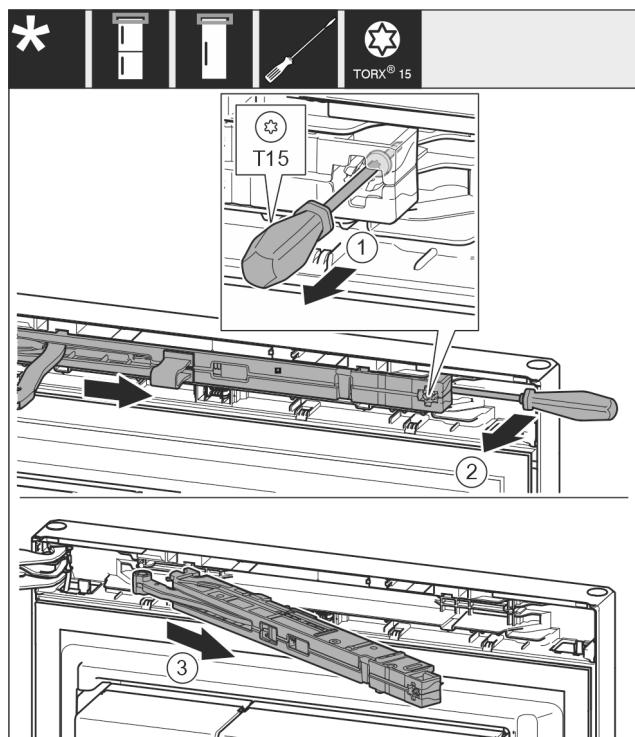

Fig. 10
- Schraube an Schließdämpfereinheit mit Schraubendreher T15 ca. 14 mm (0.55 in) lösen. Fig. 10 (1)
- Mit einem Schraubendreher griffseitig hinter die Schließdämpfereinheit fahren und Einheit nach vorne drehen. *Fig. 10 (2)*
- Schließdämpfereinheit herausziehen. *Fig. 10 (3)*